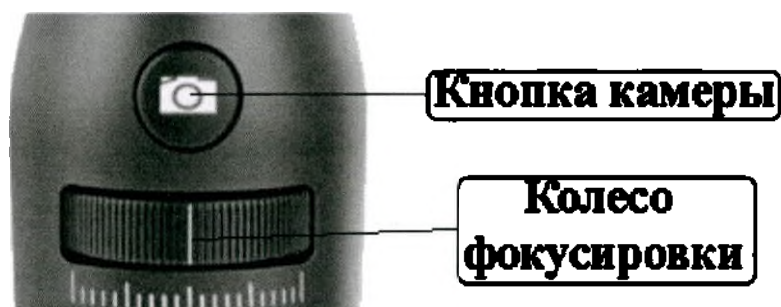

Рисунок 13. Кнопка камеры.
- Шаг 5: Для съемки фото, наведите камеру на глаз, затем поверните колесо фокусировки в соответствии с верхним левым указателем, чтобы найти четкое положение, и нажмите на кнопку камеры (рис. 13), после чего модуль фокусировки автоматически сфокусируется для получения изображения высокой четкости.